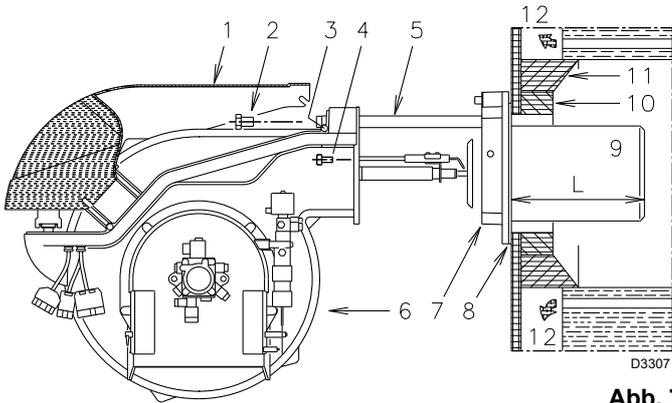

Abb. 7
### 5.4 Flammrohlänge (Abb. 7)
Für die Kessel mit wassergekühlter Frontseite ist die Verkleidung aus feuerfestem Material 10) - 11) (Abb. 7) nicht erforderlich, sofern dies nicht ausdrücklich vom Kesselhersteller gefordert wird.
Nach Abschluss dieses eventuellen Eingriffes den Flansch 7) (Abb. 7) durch Zwischenlegen der beigepackten Dichtung 8) an der Kesselplatte befestigen. Die ebenfalls mitgelieferten 4 Schrauben verwenden, deren Gewinde zuvor mit einem Einfressschutzmittel (Fett für hohe Temperaturen, Compounds, Graphit) geschützt werden müssen.
- Den Brenner gemäß (Abb. 7 Seite 12) auf den Schienen öffnen.